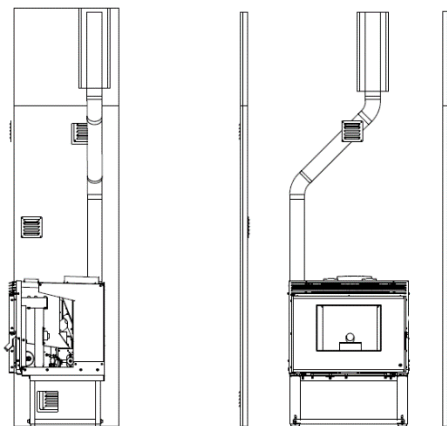

Figura 3 - Vista instalação com chaminé
- Tal como mostra a Figura 3, a instalação da inserível a *pellets* traz o tubo de exaustão (com ≈ 80 mm) diretamente para a chaminé. Se a chaminé for muito grande é recomendado entubar a saída de gases com um tubo de diâmetro interno mínimo de 80 mm.
- Prever na base da tubagem um “T” para as inspeções periódicas e a manutenção anual, conforme ilustrado na Figura 3.